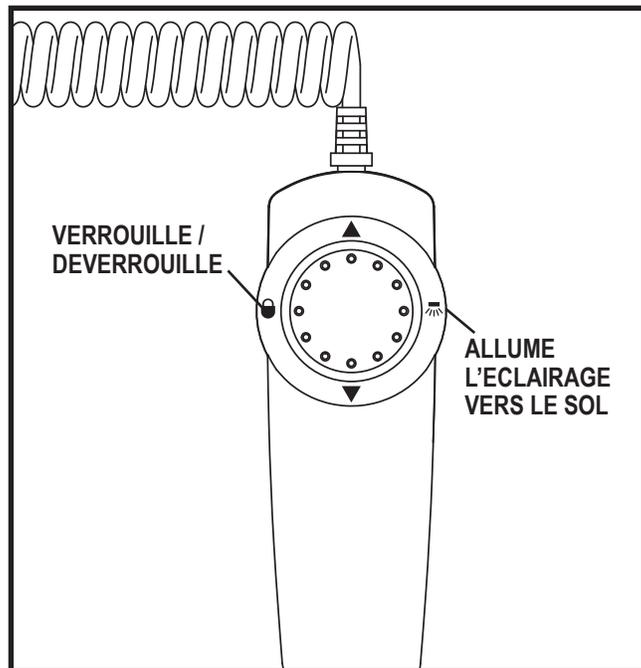

Figure 16. Manette de commande manuelle
1. Pour allumer l'éclairage vers le sol, appuyez sur le bouton qui se trouve sur le côté droit de la manette de commande manuelle du système de levage pendant 1 seconde (**voir la figure 16**), puis relâchez. L'éclairage vers le sol s'allumera. L'éclairage vers le sol reste allumé pendant que le système de levage est utilisé et ensuite pendant 10 secondes supplémentaires après que le système de levage s'arrête.